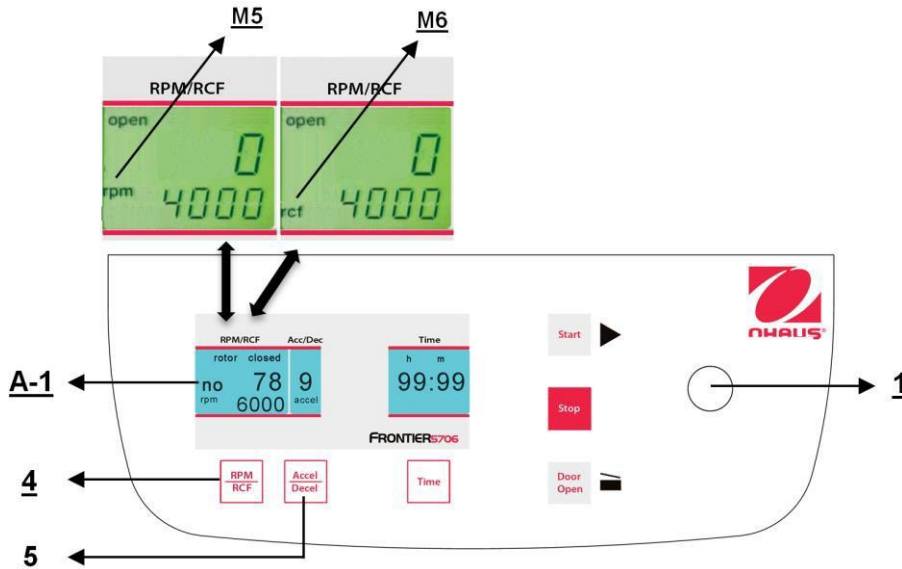

Figure. 19
Cette présélection est activée au moyen de la touche **"RPM | RCF"** (4) (voir la figure 19 ci-dessous). En appuyant sur la touche une fois, le mot **"rpm"** (M5) clignote. En appuyant sur la touche deux fois, il est possible de présélectionner les forces centrifuges. Le mot clignotant **"rcf"** (M6) apparaît alors. L'utilisateur peut définir les valeurs désirées avec le bouton de réglage (1). Sur l'affichage (A-1), la valeur réglée est présentée en permanence, avant, pendant et après la centrifugation.